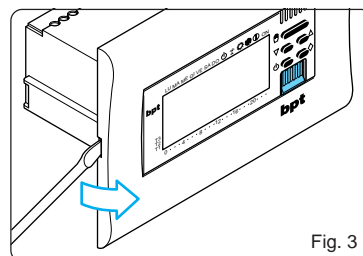

Fig. 3
- Togliere la placca dal telaio (fig. 3).